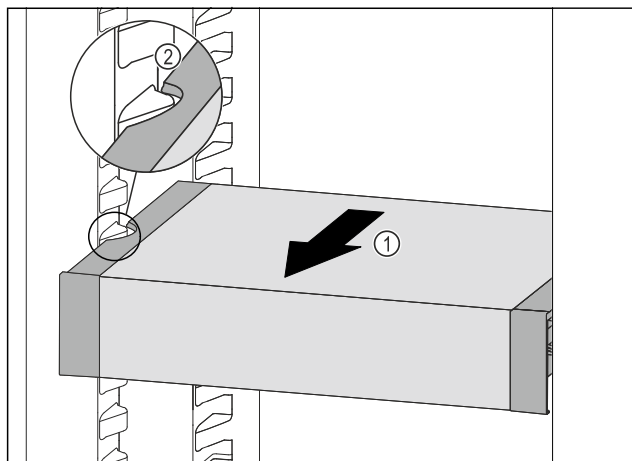

Fig. 199
- Trageți în față VarioSafe Fig. 199 (1), până când degajările laterale ale VarioSafe se află la înălțimea nervurii recipientului din frigider. Fig. 199 (2)